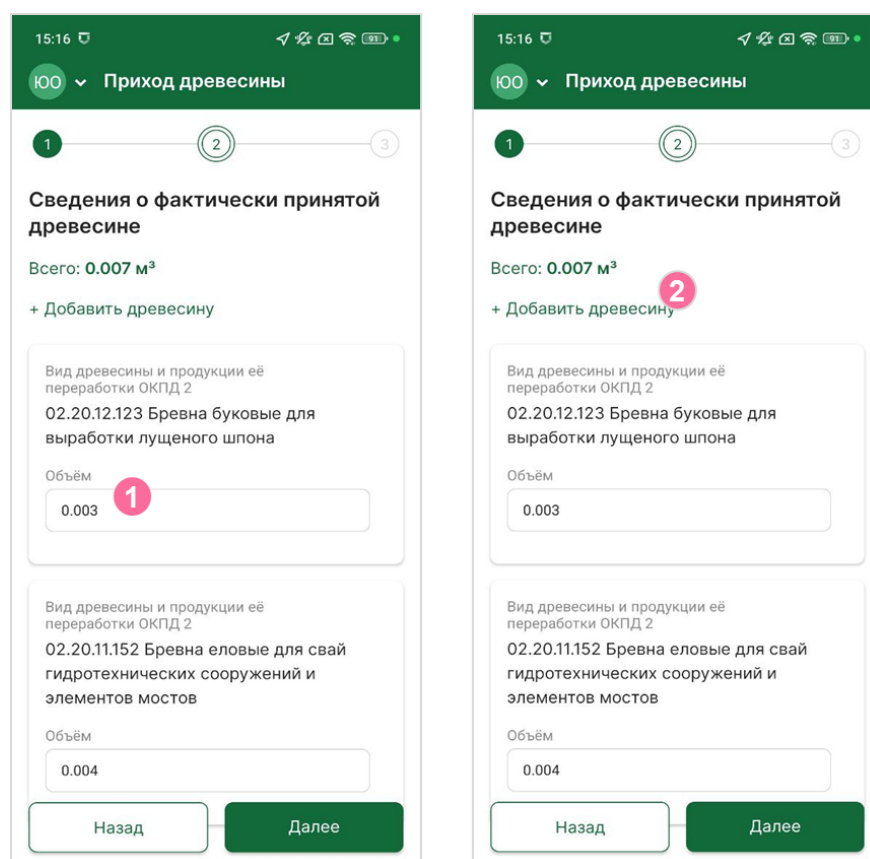

Рисунок 15 – Информация об объеме поступившей древесины
- 2 При необходимости скорректировать объем принимаемой древесины, если требуется добавить новый вид древесины требуется нажать на кнопку «Добавить древесину» (рисунок 15).